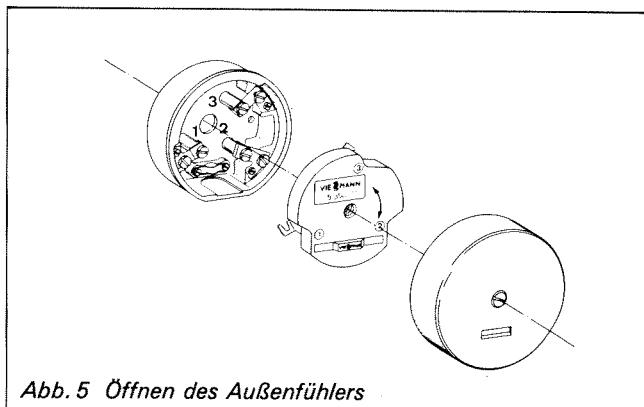

Abb. 5 Öffnen des Außenfühlers
2. Die Schrauben 1, 2 und 3 lösen (Abb. 5), Einsatz nach links drehen und herausnehmen.
Anschlußkabel an die Klemmen „1“ und „2“ anschließen (Abb. 5).
5. Einsatz einsetzen, nach rechts drehen und die Schrauben 1, 2 und 3 (Abb. 5) sorgfältig festziehen.